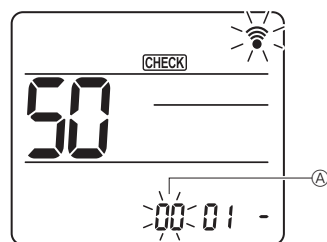
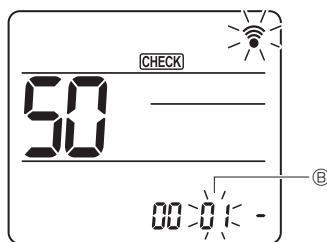
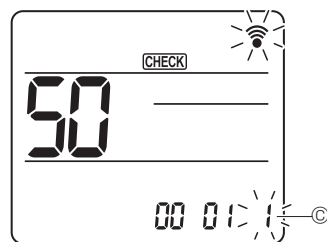

Fig. 7-18
Fig. 7-19
Fig. 7-20
② Réglage du numéro d'appareil
- Appuyez sur les touches [DOWN] pour régler le numéro d'appareil ①. (Fig. 7-18)
③ Sélection d'un mode
- Appuyez sur les touches [DOWN] pour régler le numéro de mode ②. (Fig. 7-19)
④ Sélection du numéro de réglage
- Utilisez la touche [DOWN] pour changer le numéro de réglage ③. (Fig. 7-20)
⑤ Pour sélectionner plusieurs fonctions à la suite
- Répétez les sélections ③ et ④ pour modifier les réglages de plusieurs fonctions à la suite.
⑥ Fin de la sélection de fonction